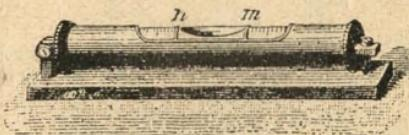

Fig. 28.—Nivel de burbuja de aire.
**6. Nivel de burbuja de aire.**—Este instrumento (fig. 28) se compone de un tubo de vidrio cerrado en cada extremidad y que contiene un líquido en el cual se ha dejado una burbuja de aire. Dicho tubo está ligeramente abombado en su parte media. Va colocado sobre una tablilla de cobre trabajada de tal modo que, si se la coloca sobre una superficie perfectamente horizontal, la burbuja de aire es tangente á dos rayas *m* y *n* marcadas en el tubo de vidrio.